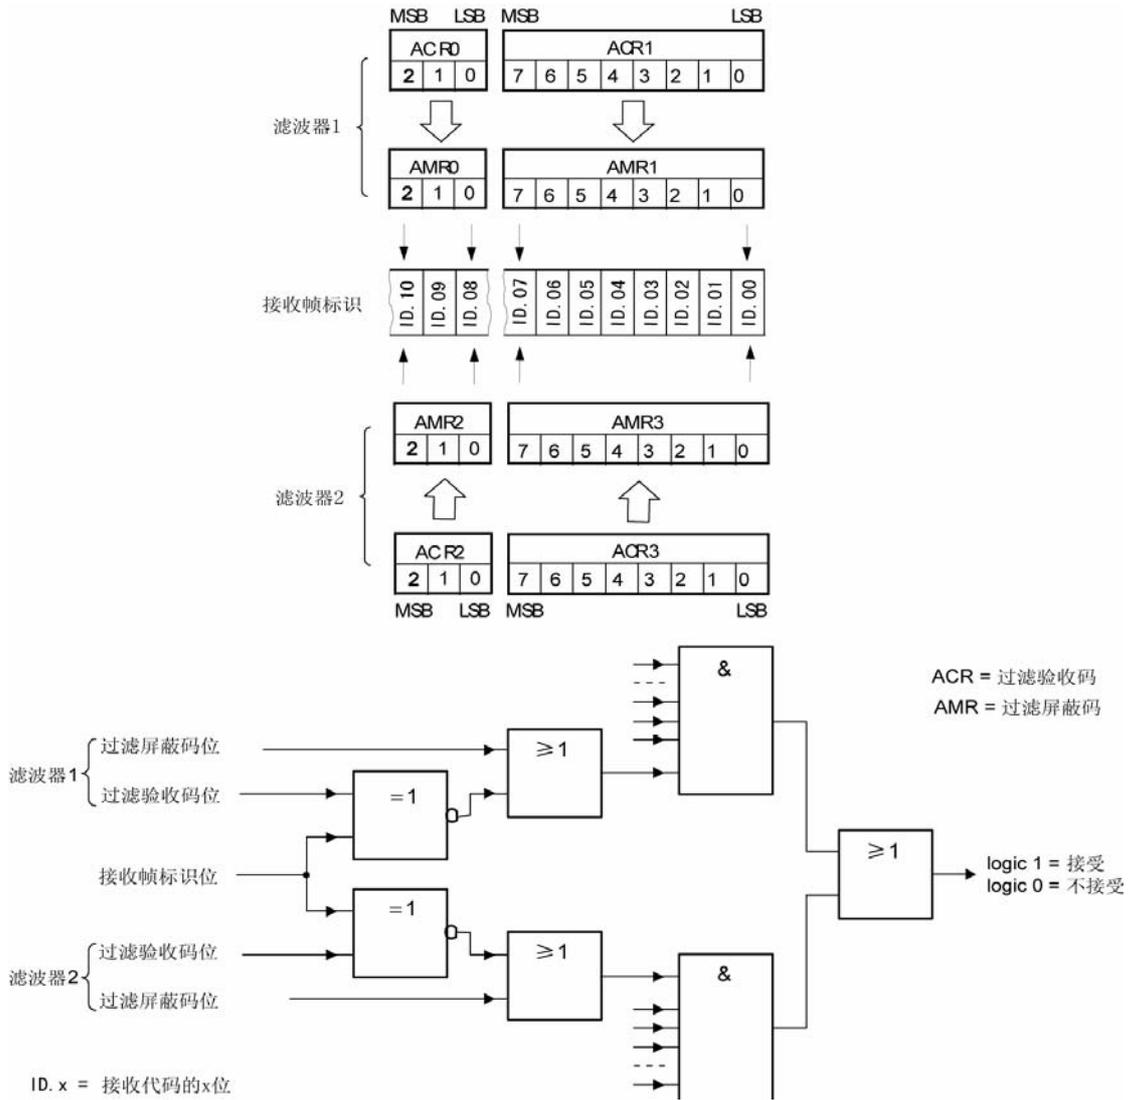

图 5.3 标准帧双滤波示意图
**标准帧:** 对于标准帧，那么则相当于有两个单滤波情况下的滤波器对接收帧标识进行滤波。接收逻辑如图 5.3 所示。为了能成功接收信息，一组滤波器的单个位的比较时均要表示为接收。两组滤波器至少有一组表示接收该帧才会被接。